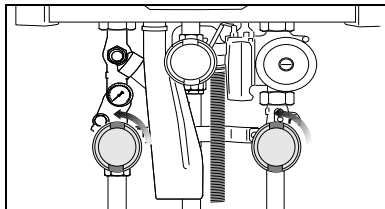

Fig. 14 Åbning af vedligeholdelseshaner (her: stilling åbnet)
- Åbn vedligeholdelseshanerne ved varmfrem-løb og -retur (fig. 14) (stilling åben: parallelt med røret).